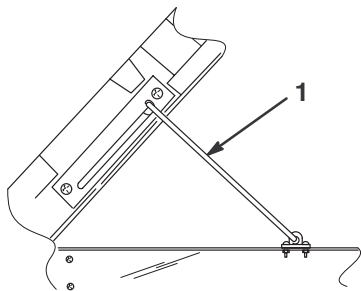

Bild 19
3. Heben Sie die Pritsche ganz hoch und senken sie dann etwas ab, um die Stützstange einrasten zu lassen (Bild 19).